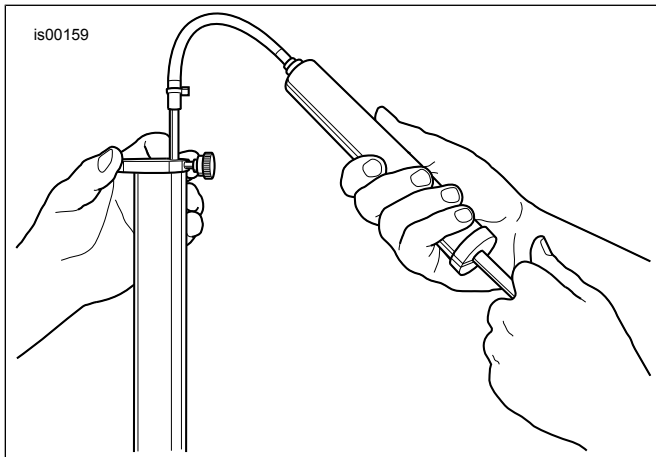

Figure 3. Retirer l'excédent d'huile de fourche
- d. Voir Figure 3. Insérer la tige dans le tube de fourche jusqu'à ce que l'anneau métallique repose à plat sur le bord du tube.